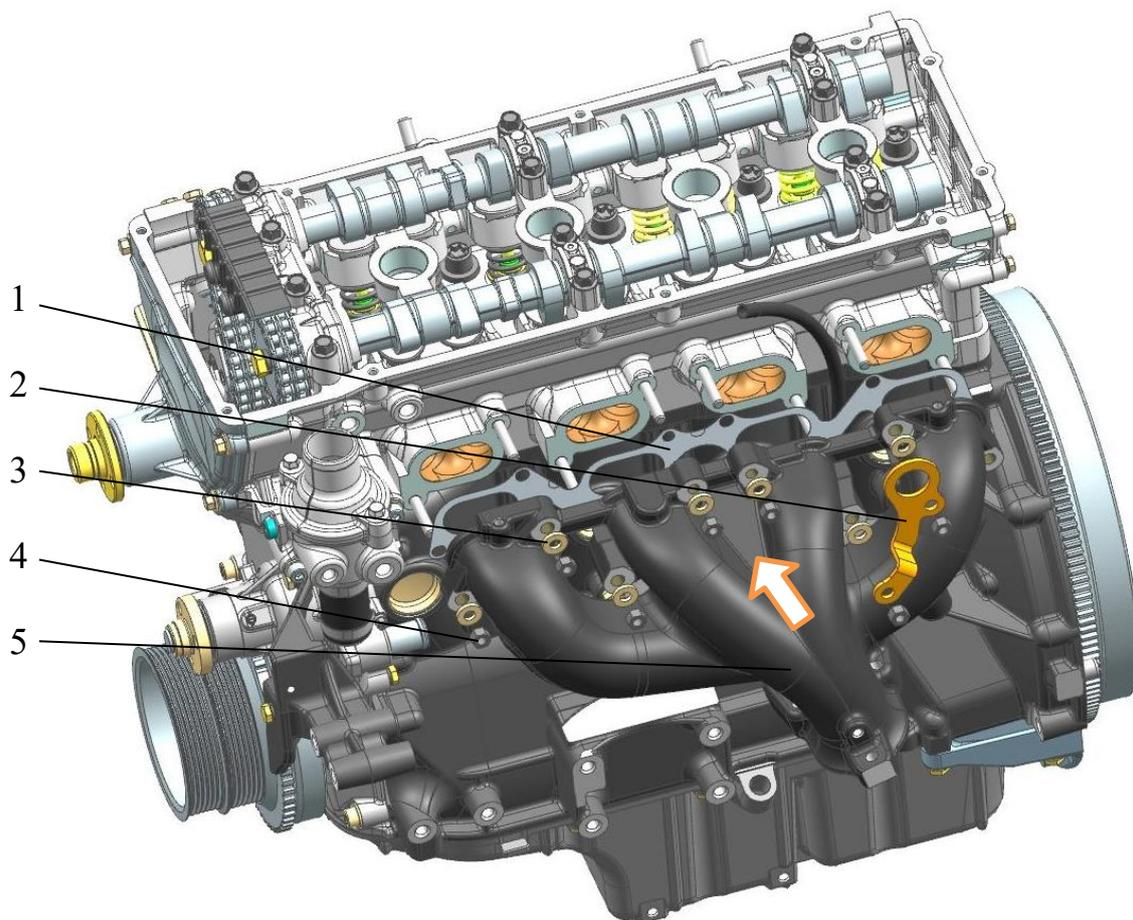

Рис.166. Установка выпускного коллектора:
**20.** Установить выпускной коллектор 5 (рис.166) с прокладкой 1 и задний кронштейн подъема двигателя 2 на шпильки. Наживить и завернуть все, кроме последней, гайки 4 крепления коллектора с плоскими шайбами 3 моментом 19,6...24,5 Н·м (2,0...2,5 кгс·м).